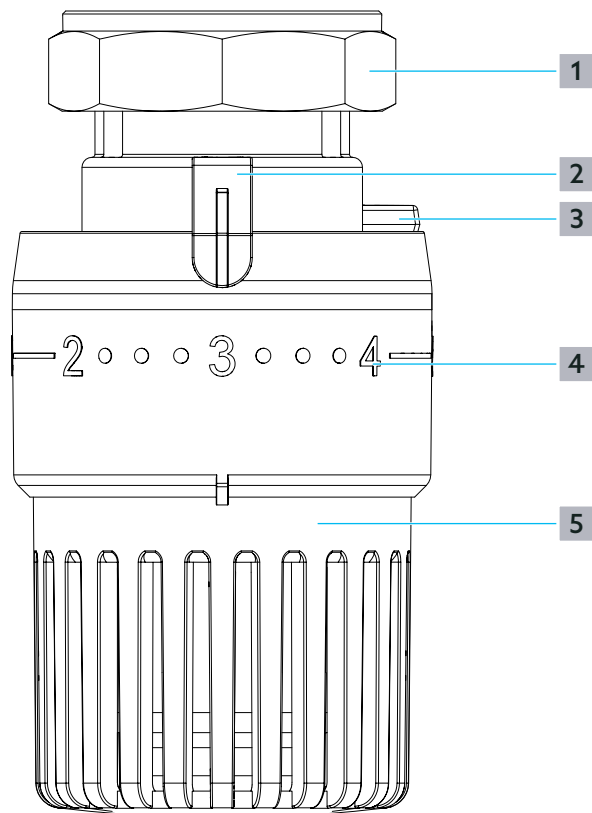

Abb. 1: Aufbau
- 1** Drehen Sie am Thermostaten den Handgriff (Position **5** in Abb. 1 auf Seite 5) gegen den Uhrzeigersinn, bis die Merzkahl „5“ (Position **4**) an der Einstellmarke (Position **2**) anliegt. Dadurch wird der Stößel im Thermostaten ganz zurückgezogen.
- Um die gewünschte Raumtemperatur einzustellen, drehen Sie den Handgriff (Position 5 in Abb. 1 auf Seite 5) so weit, bis die gewünschte Merzkahl (Positon 4) an der Einstellmarke (Positon 2) anliegt.
Zur gewünschten Raumtemperaturregelung besitzt der Thermostat zwei Begrenzungselemente (siehe Position 3 in Abb. 1 auf Seite 5) mit denen der Behaglichkeitsbereich individuell festgelegt werden kann.